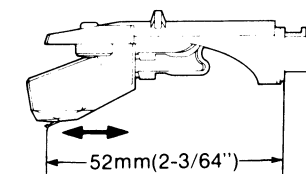

Fig. 13
• Overhang adjustment (Fig. 13)
• Justierung des Überhangs (Abb. 13)
- **Réglage du porte-à faux (Fig. 13)**